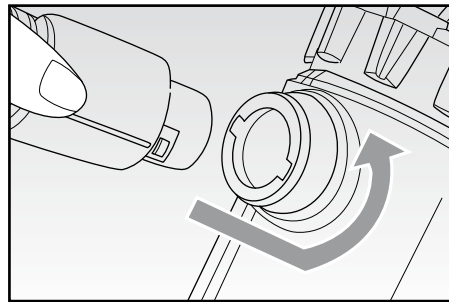

Fig. 3
- Inserire il manicotto (M) nell'apertura di entrata dell'aria (G) ruotandolo leggermente fino al completo bloccaggio (Fig. 3).